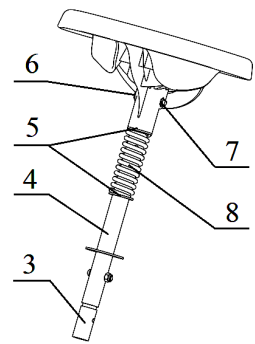

Рис. 1
4.1. Установка рулевой колонки и лыжи передней, см. рис. 1, 2, 3:
- с подобранный рулевой колонки поз.4 (рис. 1) выкрутить из гайки поз.7 и вынуть винт поз.6, снять руль, шайбы поз.5 и декоративную пружину поз.8;